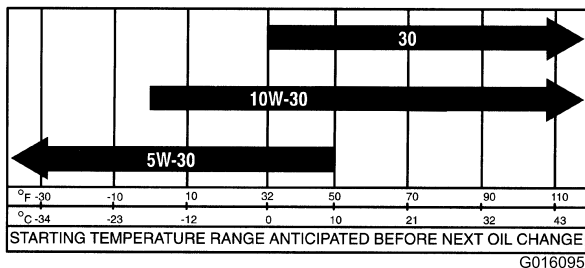

Figura 15
**Viscosidade do óleo do motor:** 10W-30; Escolha a viscosidade do óleo do motor de acordo com a temperatura ambiente da tabela na Figura 15.